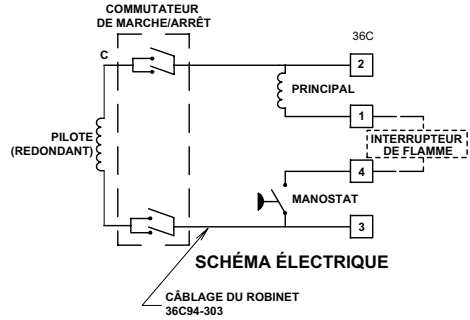

Figure 4. Câblage du robinet
12. Consultez la section **CÂBLAGE DU SYSTÈME** au moment d'effectuer les branchements électriques. Branchez les fils conformément aux Fig. 4 Diagramme et Fig. 5 Tableau.
CONSULTEZ LA FIG. 4 POUR L'IDENTIFICATION DES BORNES.